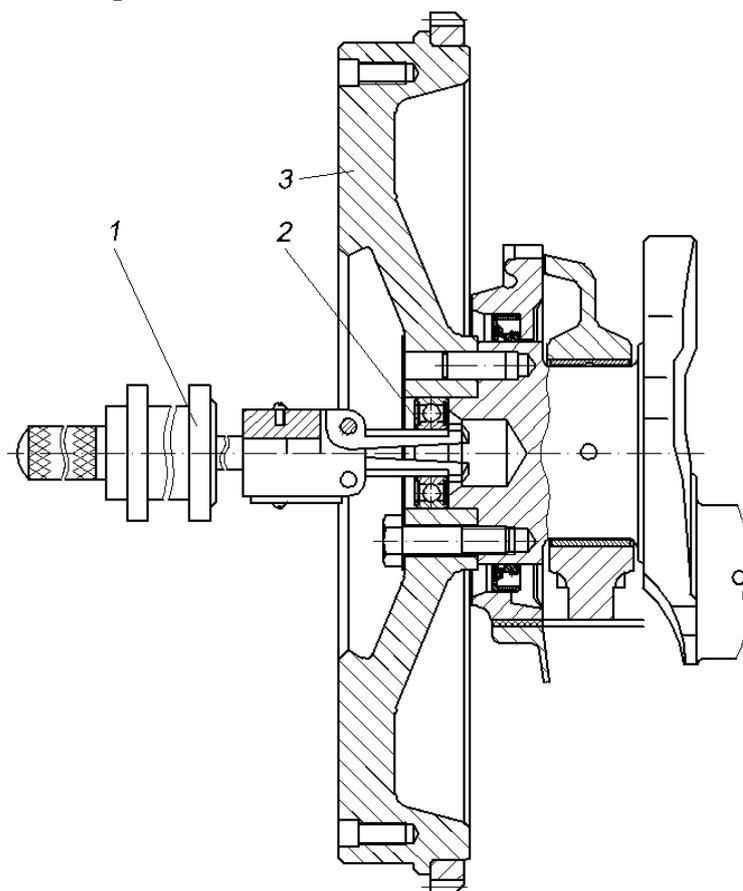

Рис.67. Снятие подшипника первичного вала коробки передач:
- снять с помощью приспособления и съёмника 1 (рис.67) подшипник 2 первичного вала коробки передач из маховика 3;